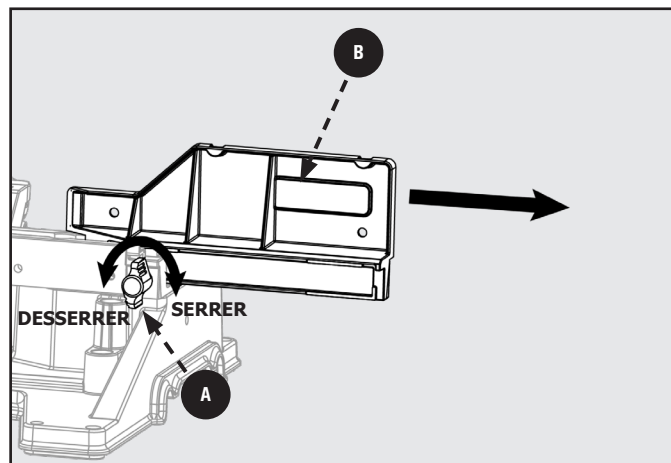

Figure 39
1. Desserrez la manette de verrouillage du guide **A**. Faites glisser le guide supérieur (réglable) complètement en dehors de son rail et placez-le latéralement. Voir Figure 39. (Les deux clôtures doivent être enlevées).